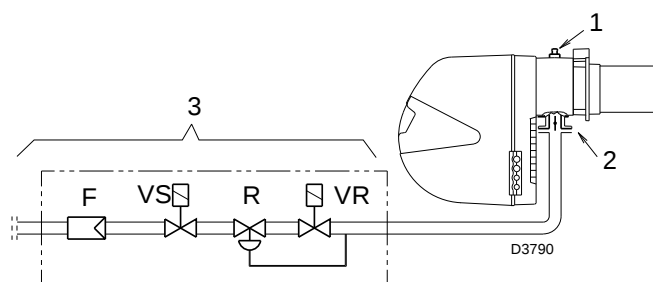

Fig. 21
Pression du gaz mesurée à la prise 1)(Fig. 21), avec chambre de combustion à 0 mbar;
Perte de charge vanne papillon gaz 2) (Fig. 21) avec ouverture maximale: 90°.
Perte de charge rampe 3)(Fig. 21) comprenant:
- soustraire de la pression du gaz à la prise 1)(Fig. 21) la pression chambre de combustion.
Pression de gaz à la prise 1)(Fig. 21) = 14,1 mbar
Pour connaître la pression de gaz nécessaire sur la prise 1)(Fig. 21), une fois établie la puissance MAX. à laquelle on veut faire fonctionner le brûleur:
- Lire sur la droite, colonne 1, la pression à la prise 1)(Fig. 21).
Pression nécessaire à la prise 1)(Fig. 21).